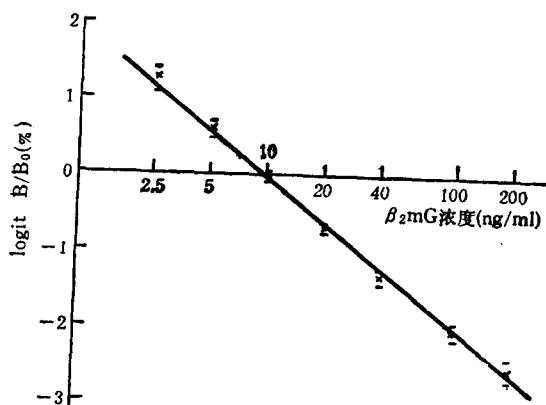

图1 $\beta_2\text{mG}$ 标准抑制曲线
1. 标准抑制曲线的 logit-log 转换 绘于图 1。未知样品的结果从转换后标准曲线上查得。